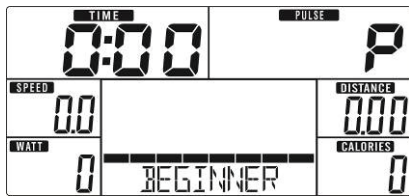

Abb. 8
1. Wählen Sie mit den UP/DOWN-Tasten im Hauptmenü einen der voreingestellten Programmbereiche (BEGINNER, ADVANCE, SPORTY) aus und bestätigen Sie die Auswahl mit der MODE-Taste (Abb. 8–10).